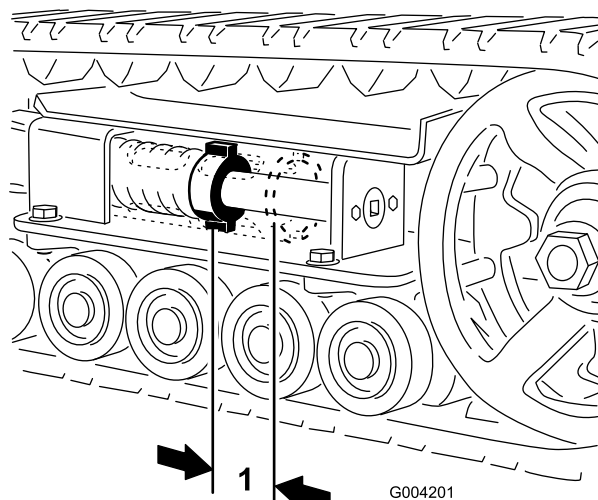
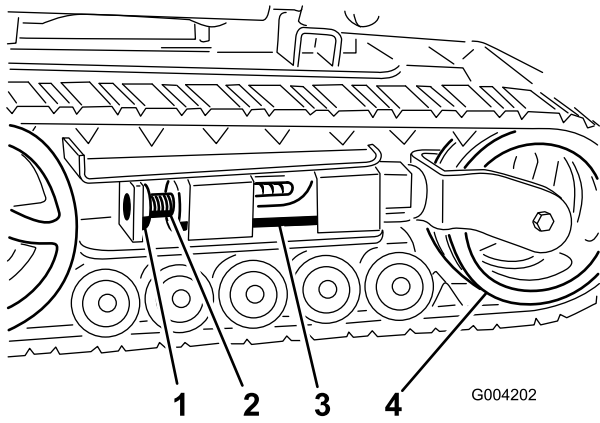
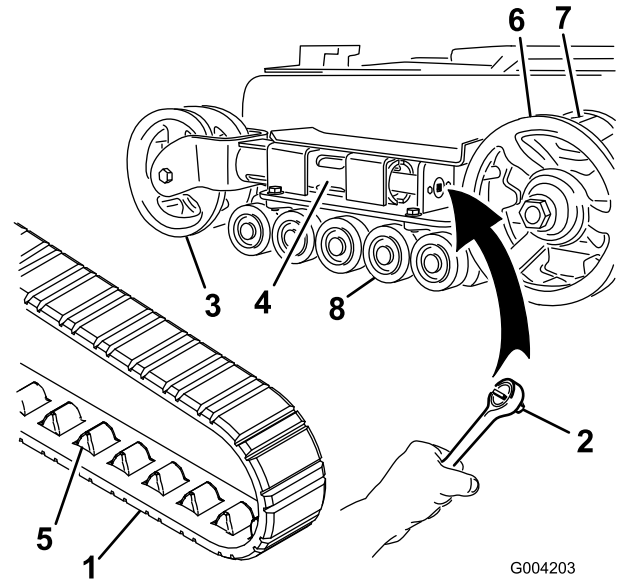
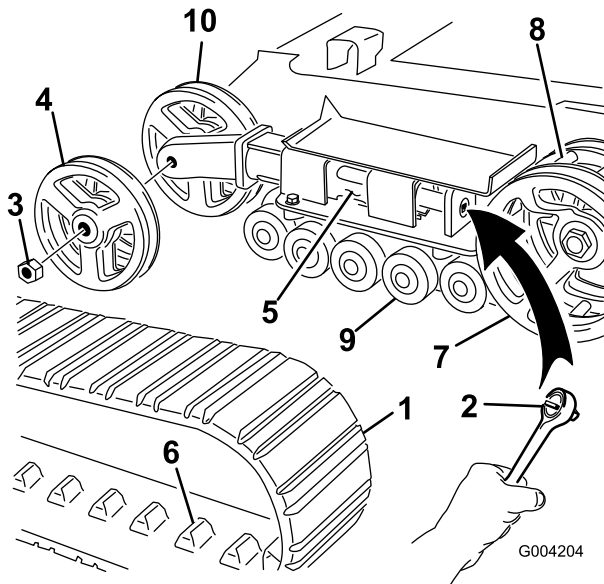

Figure 40
Figure 41
Figure 42
Figure 43
L'écrou de tension et l'arrière du tube de tension doivent être distants de 7 cm (Figure 40). Si ce n'est pas le cas, réglez la tension des chenilles comme suit :
3. Enlevez le boulon et l'écrou de blocage (Figure 41).
4. À l'aide d'une clé à douille de 13 mm (1/2") (Figure 42), tournez la vis de tension dans le sens antihoraire jusqu'à obtention d'un espacement de 7 cm entre l'écrou de tension et l'arrière du tube de tension (Figure 40).
5. Alignez l'encoche la plus proche dans la vis de tension avec le trou du boulon de blocage et fixez la vis avec le boulon et l'écrou de blocage (Figure 41).
4. À l'aide d'une clé à douille de 13 mm (1/2"), tournez la vis de tension dans le sens horaire pour détendre la transmission (Figure 41 et Figure 42).
5. Poussez la roue de tension vers l'arrière de la machine pour appuyer le tube de tension contre le châssis (Figure 42). (S'il ne touche pas le châssis, continuez de tourner la vis de tension jusqu'à ce qu'il le touche).
7. Lorsque la chenille est déchaussée, retirez-la du barbotin et des galets de roulement (Figure 42).
8. Pour installer la chenille neuve, commencez par l'enrouler autour du barbotin, en veillant à ce que les crampons s'engagent correctement entre les dents du barbotin (Figure 42).
9. Poussez la chenille sous et entre les galets de roulement (Figure 42).
11. Tournez la vis de tension dans le sens anti-horaire, de manière à obtenir un écartement de 7 cm entre l'écrou de tension et l'arrière du tube de tension (Figure 40).
4. À l'aide d'une clé à douille de 13 mm (1/2"), tournez la vis de tension dans le sens horaire pour détendre la transmission (Figure 41 et Figure 43).
5. Poussez la roue de tension vers l'arrière de la machine pour appuyer le tube de tension contre le châssis (Figure 43). (S'il ne touche pas le châssis, continuez de tourner la vis de tension jusqu'à ce qu'il le touche).
6. Retirez l'écrou de fixation de la roue de tension extérieure et déposez la roue (Figure 43).
7. Déposez la chenille (Figure 43).
8. Retirez l'écrou de fixation de la roue de tension intérieure et déposez la roue (Figure 43).
12. Posez la roue de tension intérieure et fixez-la avec l'écrou retiré précédemment (Figure 43).
14. Posez la chenille neuve en prenant soin que les crampons s'engagent entre les dents au centre du barbotin (Figure 43).
15. Posez la roue de tension extérieure et fixez-la avec l'écrou retiré précédemment (Figure 43).
17. Tournez la vis de tension dans le sens anti-horaire, de manière à obtenir un écartement de 7 cm entre l'écrou de tension et l'arrière du tube de tension (Figure 40).